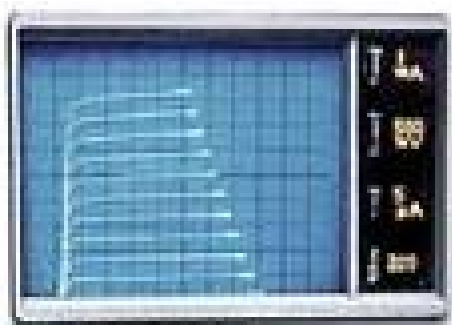
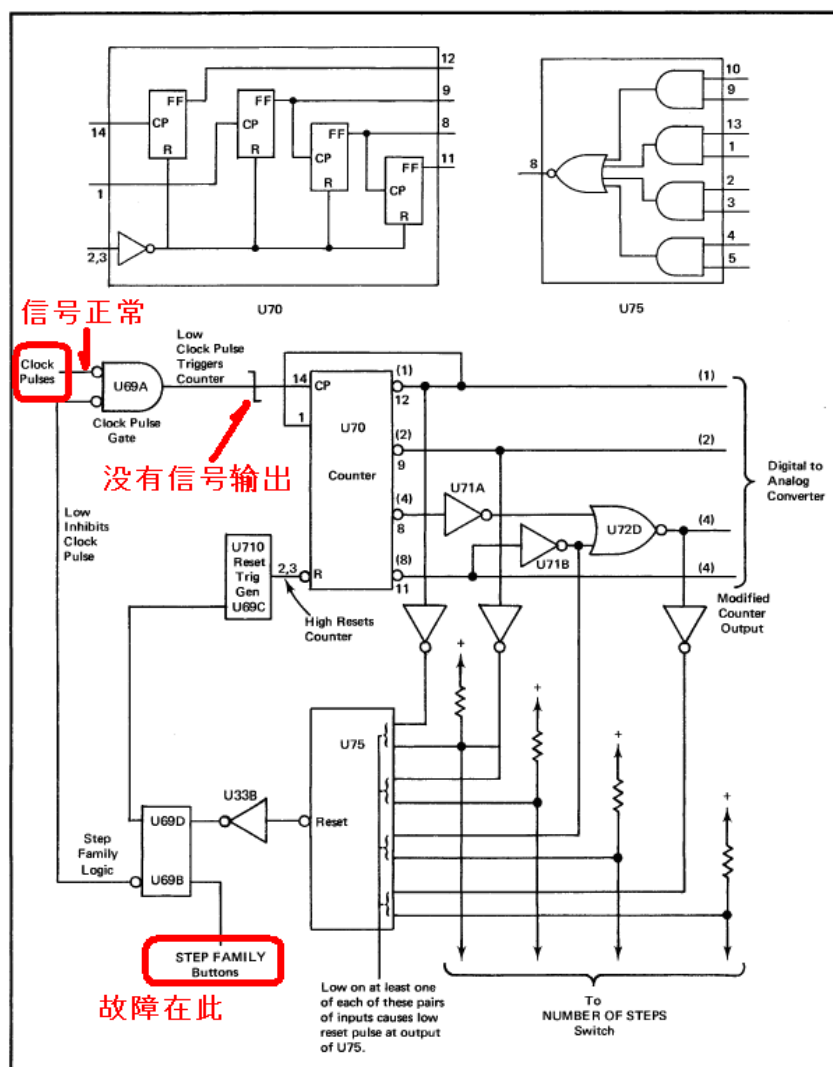

图 21. 典型的晶体管特性波形
图 25. STEP GENERATOR 计数器
为测试晶体管，被测晶体管的集电极必须加上 Collector Supply (MAX PEAKVOLTS) 的半波交流电压，晶体管的基极必须加上 Step Generator 产生的阶梯电流这样才能产生图 21 的晶体管特性波形。
- 2) 计数器(图 25) - 控制产生几个阶梯, 也即是几条曲线.
下一步是检查计数器(图 25). 计数器是用于控制产生曲线的条数的. 例如图 21 所示的晶体管特性图上有 10 条曲线. 计数器最大可以计到 10. 计数多少由面板阶梯数控开关(图 23) 设定. 图 23 上是设定为 6 个阶梯, 也就是产生 6 条曲线.
经检查,在图 25 的 U69A 输入端有正常的脉冲信号, U69A 输出端没有脉冲信号. 这个信号是用来计数的, 没有计数信号计数器肯定不工作, 故障很可能就在这里.